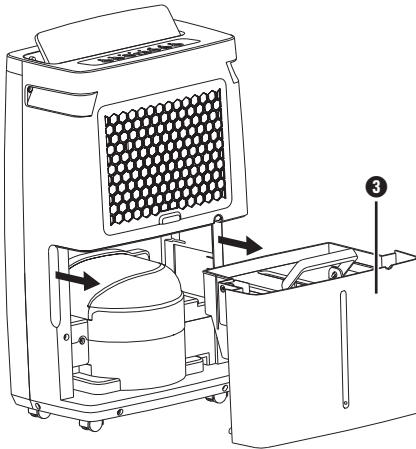

Abb. 1
- ♦ Ziehen Sie den Wassertank ③ vorsichtig an den seitlichen Griffmulden aus dem Gerät heraus. Verwenden Sie den Griff, um den Wassertank ③ zu transportieren. (siehe Abbildung 1).